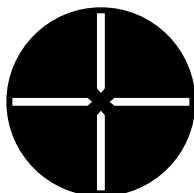
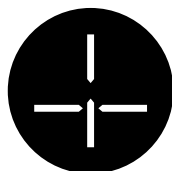

图 50
图 51-b
(2) 偏振镜方式
a、转动辅助镜片旋钮 ⑫ 到 P，投射偏振画面。(图 50)
b、除非被测者有斜视，看到的四条线将如图 50 所示。如被测者有斜视，看到的四条线将不会对中。
c、当看到的垂直线分布如图 51-a 所示时，将左眼的旋转棱镜 ⑫ 转动为 0 位向上。慢慢地转动棱镜旋转钮 ⑪，使图像如图 50 所示 (水平斜视)。
d、当看到的水平线分布如图 51-b 所示时，调节 0 至水平位，然后转动棱镜旋转钮 ⑪ 使后图像如图 50 所示 (垂直斜视)。